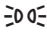

Fig. 82 Junto al volante: mando de las luces (una variante).
- **Encender los faros antiniebla** ☞: Tire del mando de las luces → fig. 82 hasta el primer encastre. El testigo de control ☞ se enciende en verde en el mando.